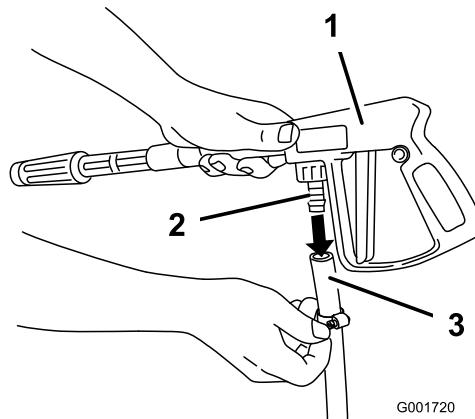

Figura 19
2. Collegate l'estremità libera del flessibile lungo al raccordo sulla pistola a spruzzo (Figura 19).